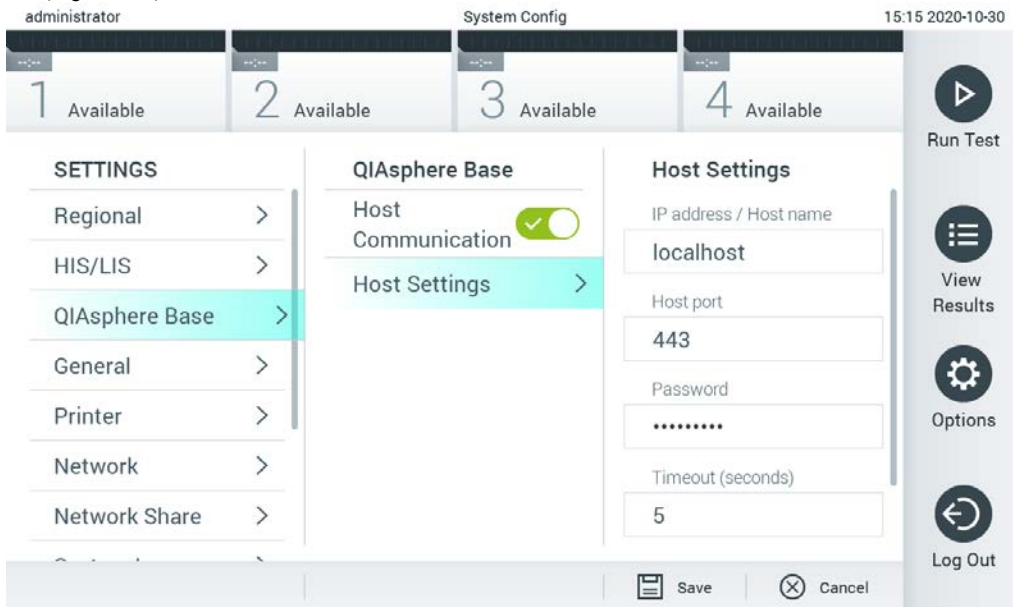

Figura 66. Configurazione della connessione di QIASphere Base
2. Selezionare QIASphere Base dall'elenco delle impostazioni nella colonna di sinistra (Figura 66).